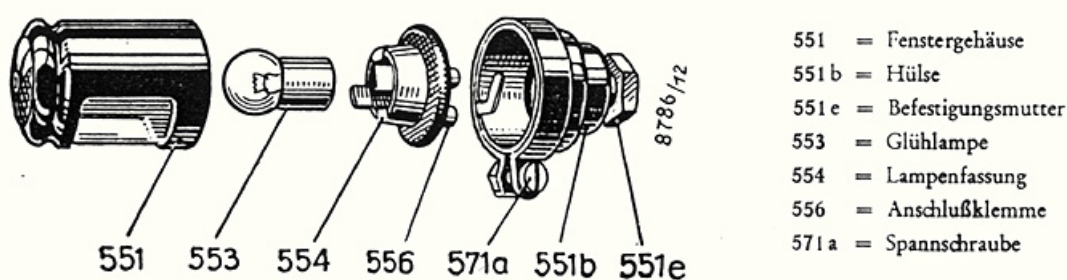

Bild 15 Nummerlaterne JN 5, geöffnet
a) Nummerlaterne JN 5 (Bild 15). Diese Laterne hat zylindrische Form. Sie kann auch als Handlaterne verwendet werden, indem ihre Befestigungsmutter 551 e gelöst und die Laterne aus dem Schlitz des Trägers herausgenommen wird. Um eine größere Bewegungsfreiheit zu erreichen, wird in diesem Fall ein längeres Kabel verwendet, das bei Nichtgebrauch in einigen Vorratswindungen am Motorrad untergebracht wird.
1. Spannschraube 571 a lösen (Bild 15).